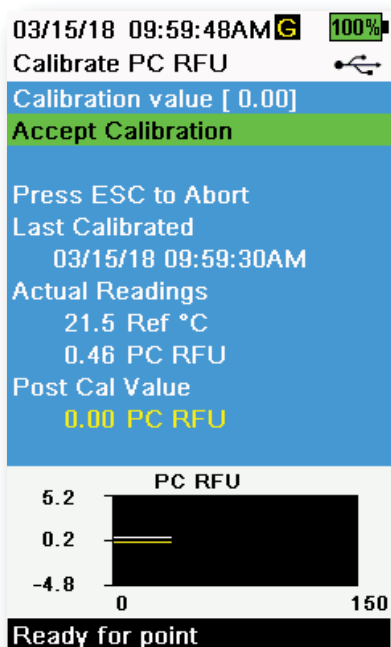

Figura 57 Calibra PC RFU
8. Osservare la lettura della temperatura sul display di calibrazione (Figura 57). Usare la tabella nella Sezione Preparazione della soluzione colorante rodamina WT per identificare il valore appropriato per lo standard di calibrazione.